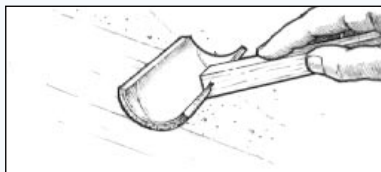

Abbildung 31 Schlichten Sie die frisch aufgetragene Epoxidharzfläche mit einem Schaumpinsel.
8. Schlichten Sie sofort die frisch aufgetragene Epoxidharzfläche mit einem Schaumpinsel, in langen, gleichmäßigen und überlappenden Zügen. Der Anpressdruck sollte gerade so stark sein, dass Sie alle Unebenheiten auf der Fläche entfernen, aber nicht so stark, dass Sie die Beschichtung wieder abtragen (Abbildung 31). Verändern Sie die Richtung, mit der Sie jeden Anstrich nachspachteln, d.h. die erste Schicht senkrecht, die zweite waagrecht, die dritte Schicht wieder senkrecht. Eine in Stücke geschnittene WEST SYSTEM 800 Schaumrolle ist hierfür ideal.